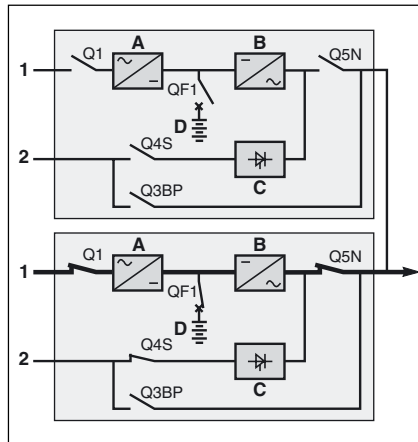

Fig. 27
► aislamiento de un SAI (fig. 27)